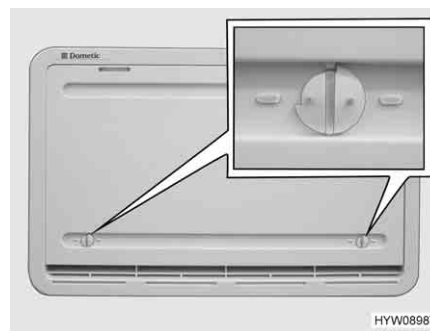

Fig. 148 Copertura invernale (griglia di aerazione del frigorifero)
Le coperture invernali (Fig. 148) proteggono il gruppo frigorifero dall'aria fredda. Posizionare le coperture invernali davanti a entrambe le griglie di aerazione del frigorifero quando la temperatura esterna scende al di sotto di +10 °C (sia per funzionamento elettrico che a gas).
- Aprire entrambi i bloccaggi (Fig. 148), la scanalatura risulterà orizzontale.